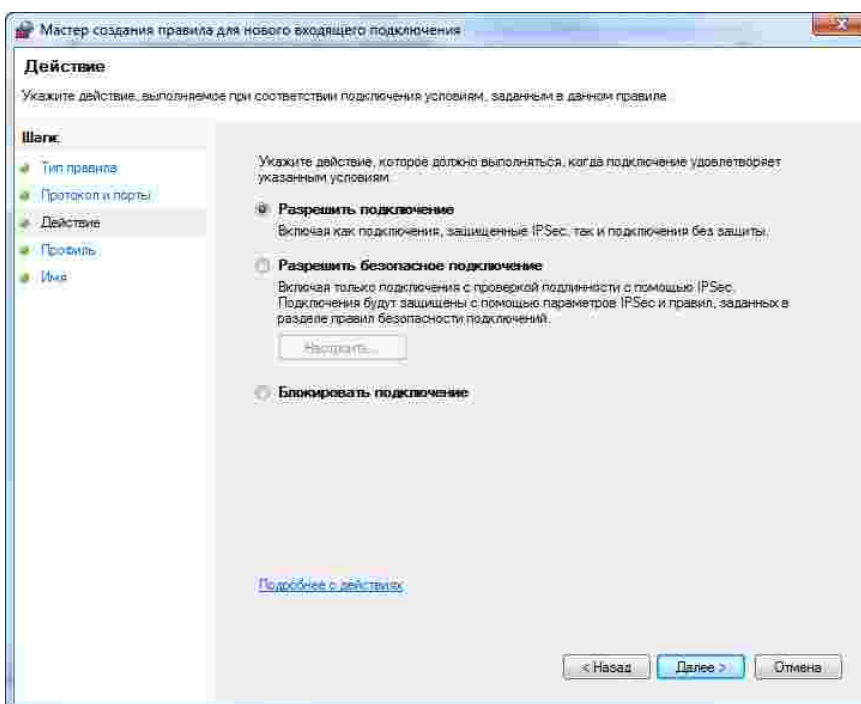

Рис. 52 Разрешите подключение, если выполнены указанные условия
5. Укажите действие, которое будет выполняться, когда все требования будут соблюдены, см. Рис. 52.